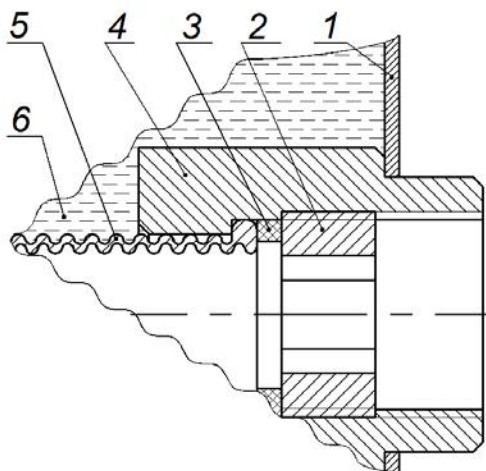

Рисунок 5.
**7.1.** Установить кран отключения проточного водонагревателя от водопровода. При подключении водопровода к резьбовым фитингам водонагревателя не допускать ослабления обжимной гайки (поз.2 на рис.5).